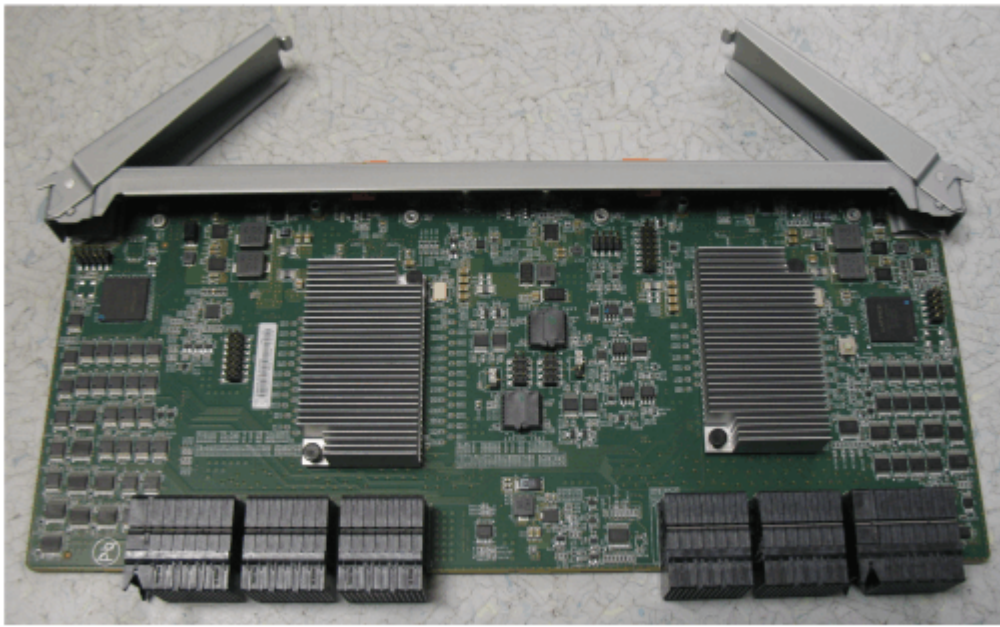

Abbildung 117. Aus Gehäuse entferntes sekundäres Erweiterungsmodul
5. Legen Sie das sekundäre Erweiterungsmodul an einer sicheren Stelle ab (siehe Abbildung 117 auf Seite 107).